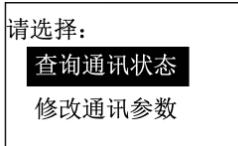

图 7-16 通讯子菜单
7.2.7 “通讯”：该菜单分二个子菜单, 如图 7-16: